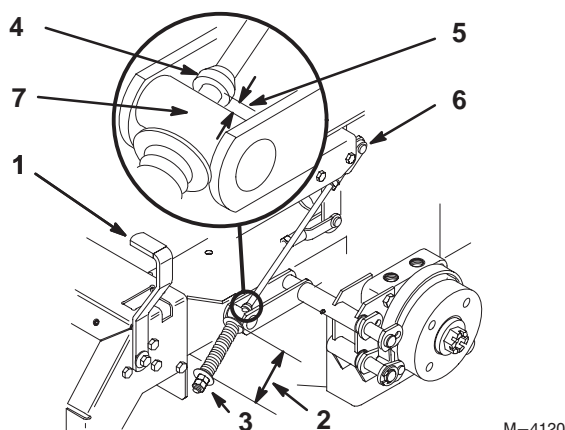

Figure 67
2. Mesurez la longueur du ressort. Il doit mesurer 70 mm entre les rondelles (Fig. 67).
3. Si un réglage est requis, desserrez le contre-écrou situé sous le ressort et serrez l'écrou directement au-dessous de la chape (Fig. 67). Vissez l'écrou jusqu'à ce que le ressort ait la longueur voulue. Serrez les deux écrous ensemble et répétez la procédure de l'autre côté de la machine.
6. Mesurez la distance entre le galet de tourillon et le collier sur la tige de frein. Elle doit être comprise entre 5 et 7 mm (Fig. 67).
7. Si un réglage est requis, desserrez le contre-écrou situé juste au-dessous de la chape. Tournez les écrous de réglage inférieurs jusqu'à obtention de l'écart voulu (Fig. 67). Serrez le contre-écrou sur la chape.